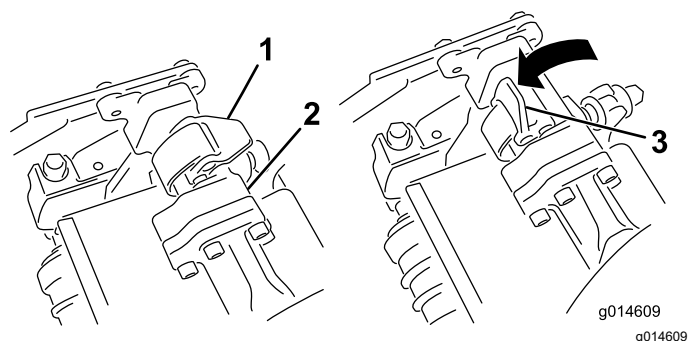

Figura 47
4. Chiudete i fermi spostandoli verso il basso e attorno alla barra dell'apparato di taglio, quindi bloccateli in posizione (Figura 47).
- Aprirete i fermi sulla barra del braccio di sospensione dell'apparato di taglio che state rimuovendo (**Figura 47**).